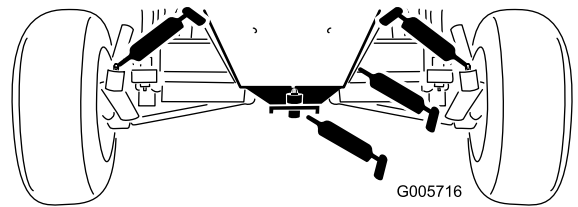

Figure 42
- Bagues de fusée de roue arrière (Figure 42)
- Bagues de plaque de direction (Figure 42)
- Bague d'axe de fusée (Figure 42)